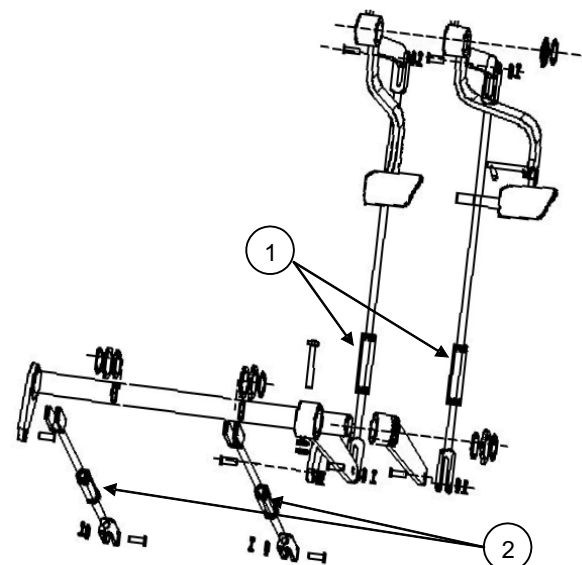

Fig. 5-18
4. Odvrnite navrtku ① (Fig. 5-18) Regulator ② (Fig. 5-18) dok ne budete mogli da okrenete točak rukom.
5. Napravite referentnu oznaku navrtkom regulatora ② (fig. 5-18) na držaču, a potom olabavite regulator za jedan krug, npr. dok se točak ne može okretati slobodno. Sada blokirajte regulator sa kontrolnom navrtkom. ① (Fig. 5-18).
7. Ponovite istu proceduru za drugu stranu (Fig. 5-18).